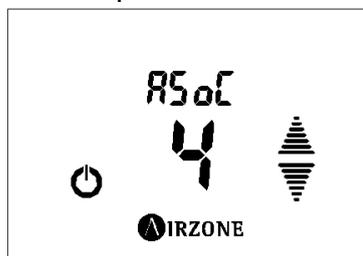

Fig. 79
- **Asociar una salida de control secundaria:** Si desea añadir una salida de control más, seleccione **ASOC** y pulse sobre el icono para acceder al menú de asociación (Fig.79). Si no le aparece esta opción significa que no hay salidas disponibles para asociar. Mediante las flechas indique el valor que desea asociar y pulse para confirmar. A continuación, el menú le mostrará el valor de la siguiente salida disponible. Si le muestra el valor $\bar{0}$ indica que no hay más salidas disponibles en el sistema. Si no desea asociar otra salida, pulse sobre para volver al menú anterior.